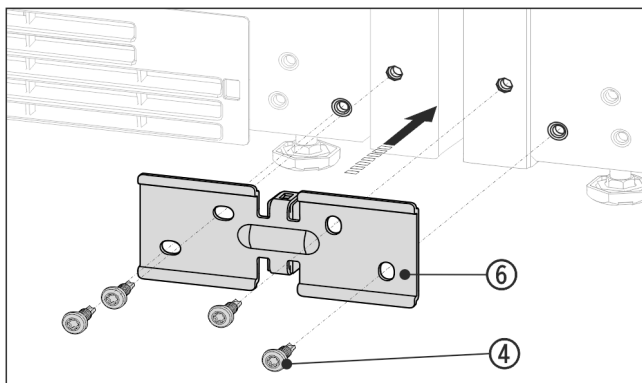

Fig. 15 Príklad zobrazenia
- Uholník Fig. 15 (6) s dištančným dielom zasunú medzi zariadenia a voľne priskrutkujte pomocou 4 skrutiek Fig. 15 (4).